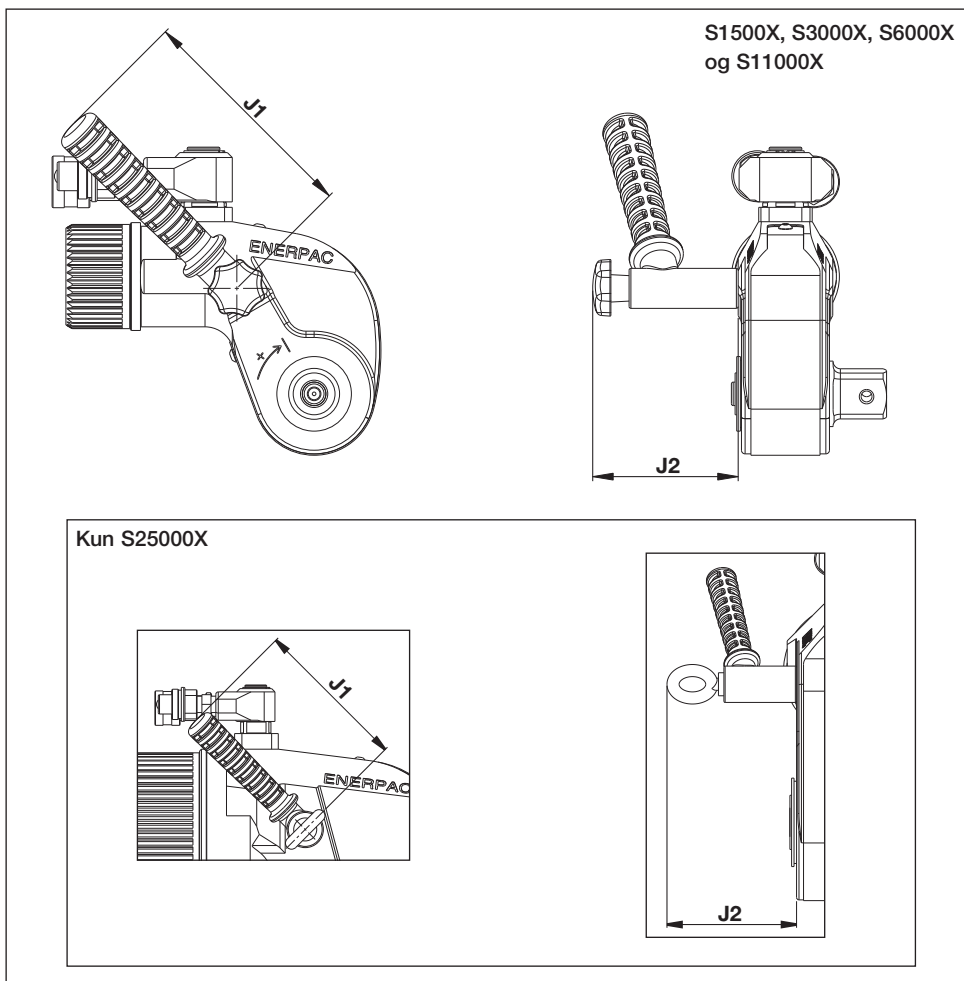

Fig. 35
6.10 Mål og spesifikasjoner SWH-serien vinklet posisjoneringshåndtak (Fig. 35)